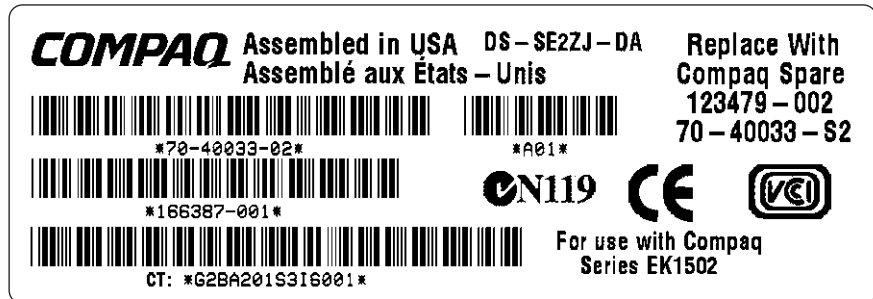

Figura 7-1. Etiqueta de producto CRU típica
Para solicitar una CRU, debe usar la referencia de pieza de Compaq que aparece en la etiqueta del producto CRU (Consultar Figura 7-1). Los seis primeros caracteres identifican la CRU. Los tres últimos definen el nivel de revisión.
2. Saque la CRU de reemplazo del contenedor protegido contra electricidad estática. Compruebe la etiqueta para asegurarse de que es un reemplazo compatible (consulte la Figura 7-1).